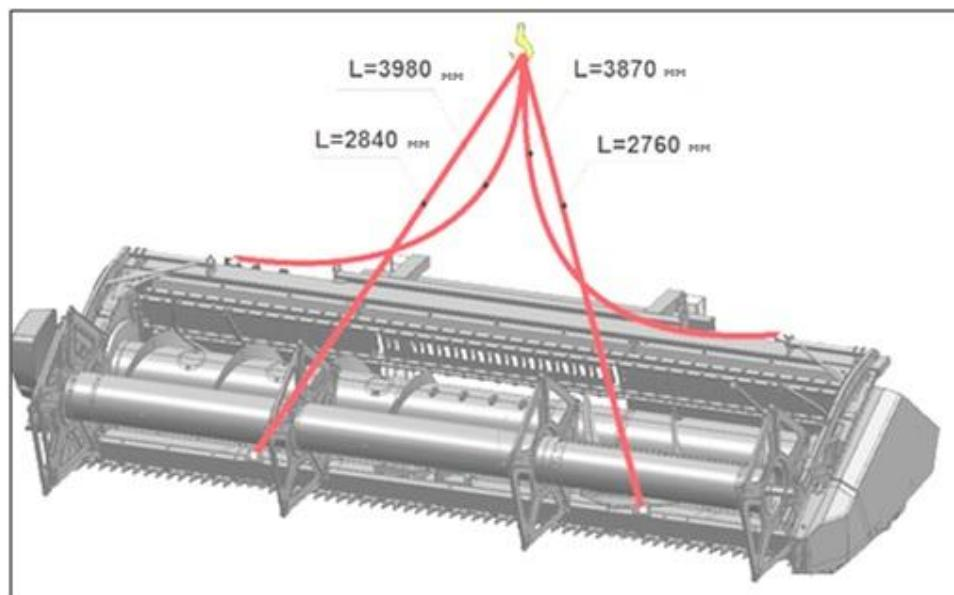
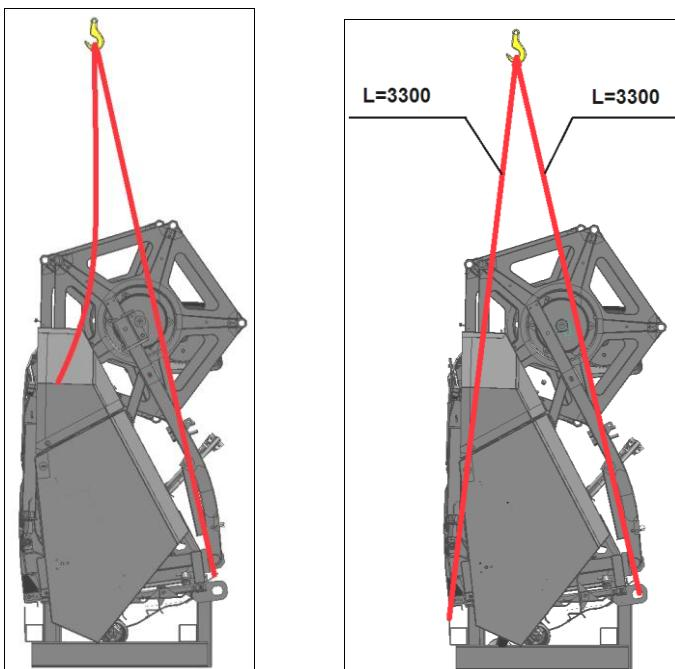

Рисунок 7.11
Рисунок 7.14
- 1) Отсоединить стропы разных длин (см.рисунок 7.11), затем установить стропы одинаковых длин 3300 мм в петли рамки (см. рисунок 7.14). **ЗАПРЕЩАЕТСЯ СТРОПИТЬ ЗА ЭЛЕМЕНТЫ ЖАТКИ!**;